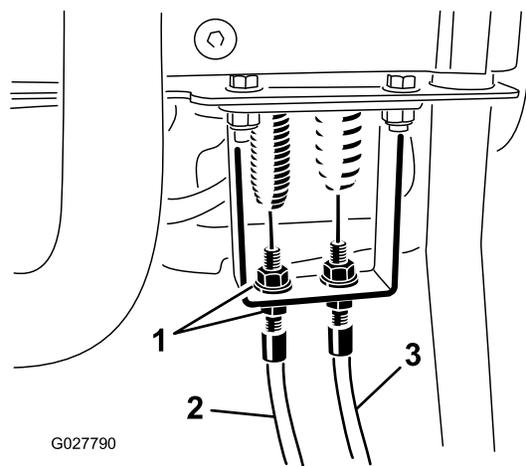

Figura 50
3. Nel supporto della maniglia di comando, allentate il cavo di comando del cilindro fino a quando il cavo è lento (Figura 50).